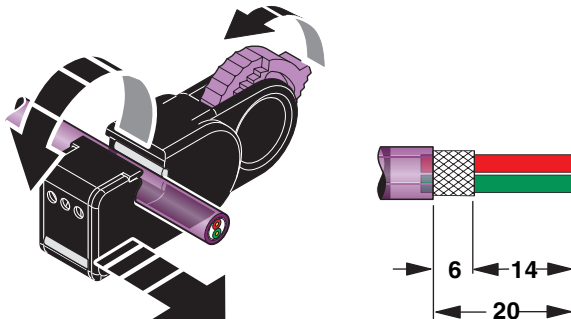

Bild 15 Abisolieren
Beachten Sie für eine sichere Funktion die empfohlenen Abisolierlängen gemäß Bild 15.
- Isolieren Sie das Kabel mit den angegebenen Abisolierlängen ab (siehe Bild 15).